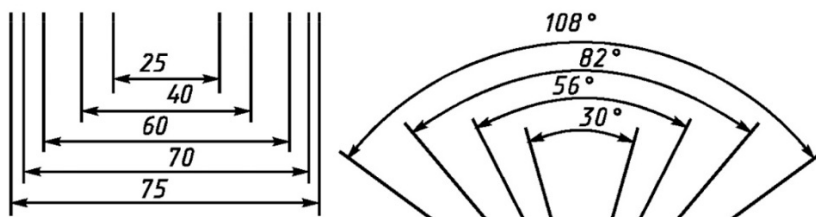

Рис. 7
- При нанесении нескольких параллельных или концентричных размерных линий на небольшом расстоянии друг от друга размерные числа над ними рекомендуется располагать в шахматном порядке (рис. 7);